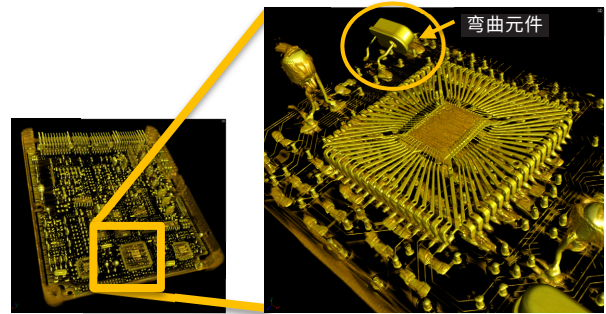

图 6 IC 放大 VR 图像
可以使用 3D 处理软件 VGSTUDIO MAX (Volume Graphics GmbH) 显示 CT 图像的立体渲染图 (VR)，并且通过观察更接近实际物体的形状的 3D 图像，可以在板的背面观察零件和端子的弯曲以及是否存在零件。通过放大的 CT 图像 (图 6) 达到检查 IC 内部端子和小零件的绑定线和焊点的目的。